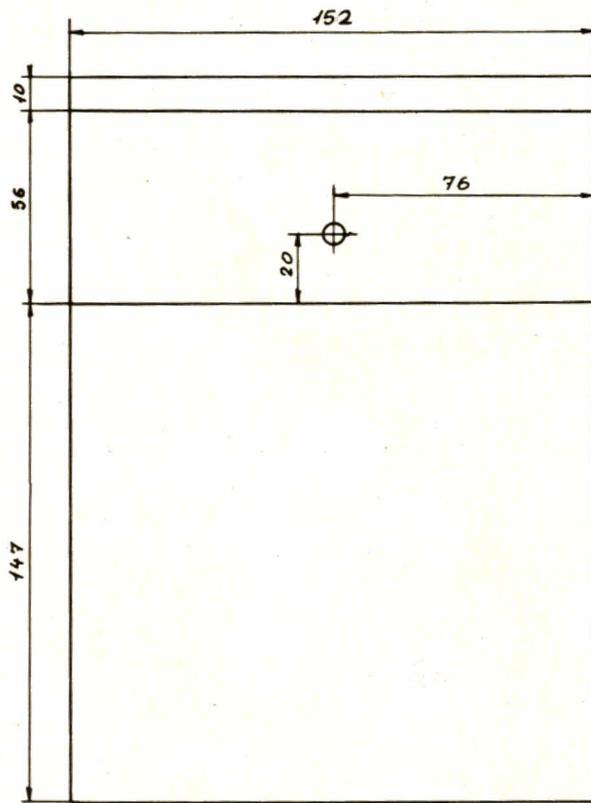

Fig. 16. - Cotes de traçage du boîtier du pupitre de commande. Tôle d'aluminium de 10/10°, pliages vers l'arrière.
poussoirs BP1 et BP2 et ses cotes de traçage sont indiquées sur les plans des figures 16 et 17. Nous vous conseillons d'utiliser des poussoirs robustes car il ne faut pas oublier que leur commande s'effectue au pied. Pour notre part, nous avons employé deux éléments d'un ancien clavier de récepteur radio. Ceux qui souhaitent se passer du pupitre de commande peuvent incorporer les poussoirs au boîtier principal en utilisant, par exemple, le modèle ref.8121 de C&K. Nous vous conseillons de recouvrir le pupitre de commande de plastique adhésif ou de le peindre à l'aide d'un émail à froid résistant. Afin d'éviter tout déplacement intempestif du pupitre, nous avons collé quatre plots anti-dérapant au-dessous du coffret.